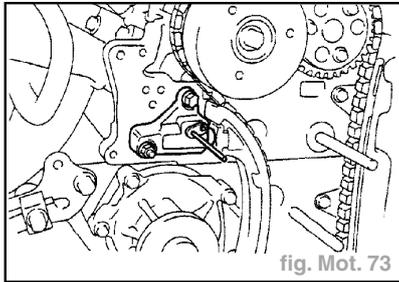

fig. Mot. 73
- Déposer le boulon, l'écrou et le tendeur (fig. Mot. 73).